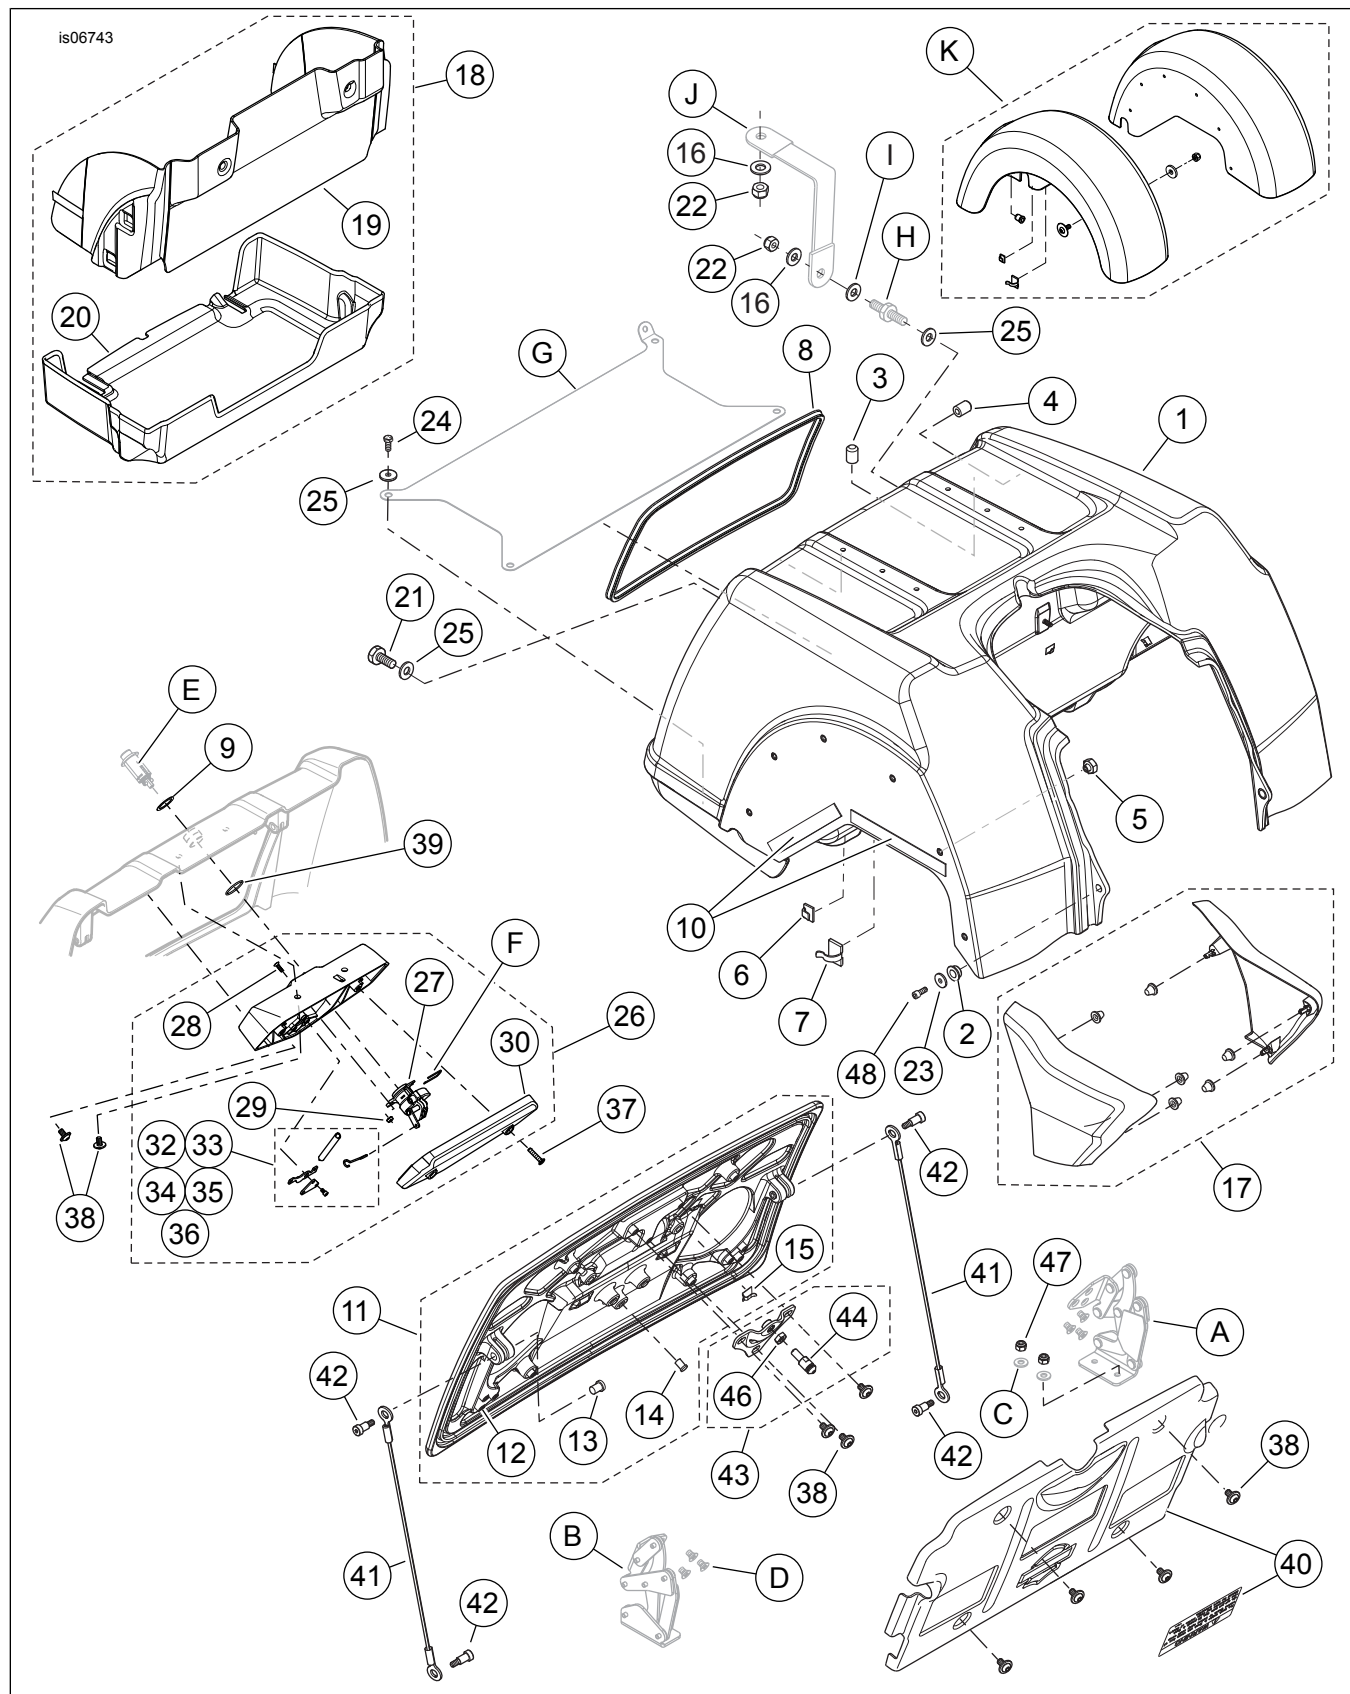

Figura 1. Piezas de servicio, kits de carrocerías de repuesto para motocicletas Trike
Vea Figura 1, Tabla 1, Tabla 2, Tabla 3 y Tabla 4.
1. Vea Figura 1. Instale los guardabarros en la **nueva** carrocería, de acuerdo con las instrucciones del kit de guardabarros trasero (K) con la siguiente excepción:
- **Modelos CON Tour-Pak:Fondo (interior)**, cuatro tornillos (24) y arandelas (25) del kit. **Pared delantera izquierda (interior)**, espárrago original de la conexión a tierra (H) y arandela (25) del kit. **Pared delantera derecha (interior)**, tornillo (21) y arandela (25) del kit. **Reborde delantero inferior (exterior)**, tornillo (48) y arandela (23) del kit.
- **Fondo (interior)**, cuatro tornillos (24) y arandelas (25) del kit. **Pared delantera (interior)**, dos tornillos (21) y arandelas (25) del kit. **Reborde delantero inferior (exterior)**, tornillo (48) y arandela (23) del kit.
11. **Para modelos CON Tour-Pak:** Coloque una arandela corriente (16) del kit en el espárrago de la conexión a tierra (H). Asegure el extremo libre de la correa a tierra (J) al espárrago de la conexión a tierra con una **nueva** tuerca hexagonal de seguridad (22) y una arandela corriente (16) del kit. Apriete la tuerca de seguridad a 19–23 N·m (14–17 ft·lbs). **Para modelos SIN Tour-Pak:** Asegure el cable de la conexión a tierra de la antena AM-FM a la placa de conexión a tierra, con el tornillo original de cabeza segmentada. Apriete el tornillo a 2,3–4,5 N·m (20–40 in·lbs). Instale el mástil y conecte el cable de la antena.
1. Vea Figura 1. Examine la arandela esponjosa de sellado (9) de la cerradura del portaequipajes, en la abertura de la cerradura en la carrocería, y reemplácela si está dañada. Siga las instrucciones del Manual de servicio para instalar el **nuevo** conjunto del pestillo (26) en la carrocería, con las siguientes excepciones:
- a. Coloque el o-ring **nuevo** (39) del kit alrededor de la abertura de la cerradura en la caja del conjunto del pestillo.
- b. Instale el conjunto de la caja del pestillo con cuatro tornillos TORX® **nuevos** (38).
- c. Instale la **nueva** cubierta del pestillo (30) con dos tornillos **nuevos** de cabeza plana (37).
2. Instale la cerradura del portaequipajes original a través de la carrocería y dentro del mecanismo de la cerradura (27), en el conjunto de la caja del pestillo.
1. Vea Figura 1. Utilice dos tuercas **nuevas** (47), las arandelas originales (C) y los o-rings para montar la luz de la placa de matrícula original en el **nuevo** conjunto de la puerta del portaequipajes (11), de acuerdo con las instrucciones en el Manual de servicio.
3. **Sin apretar**, instale el **nuevo** conjunto del pasador del pestillo (43) en la puerta del portaequipajes, utilizando tres tornillos TORX (38).
4. Siga las instrucciones del Manual de servicio para instalar las bisagras izquierda (A) y derecha (B) de la puerta del portaequipajes en la puerta, utilizando los seis tornillos originales de cabeza plana (D).
5. Examine el sello de la puerta del portaequipajes (8) alrededor de la abertura de la puerta, y reemplácelo si está dañado.
Vea Figura 1. Extraiga los elementos de sujeción de las cubiertas laterales originales e instale las **nuevas** cubiertas laterales, de acuerdo con las instrucciones del kit de cubiertas laterales (17).
1. Vea Figura 1. Instale los **nuevos** revestimientos moldeados vertical e inferior del portaequipajes (artículos 19 y 20, FLHTCUTG) o la alfombrilla del portaequipajes original (FLHXXX).